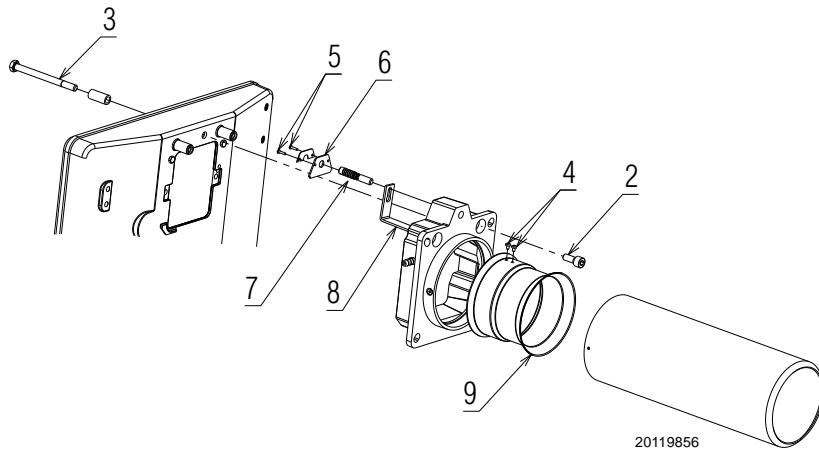

Fig. 3
- Desenroscar los dos tornillos 2)(Fig. 3) y el tornillo 3) para desmontar el grupo interfaz;